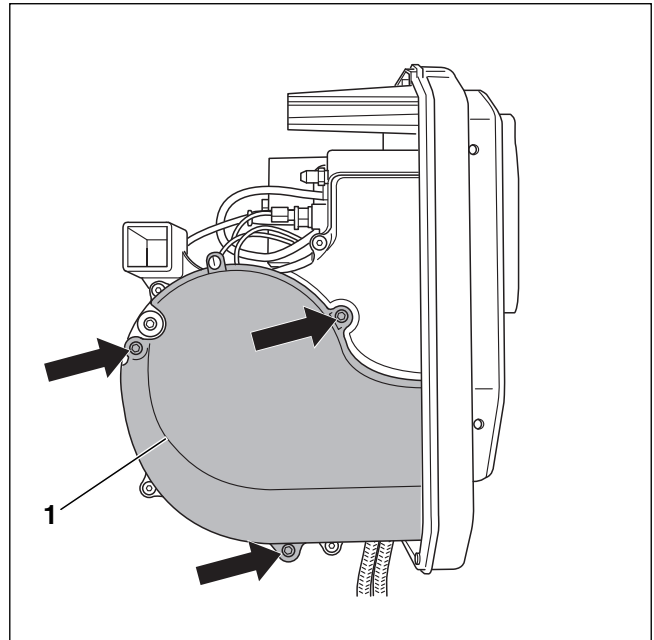
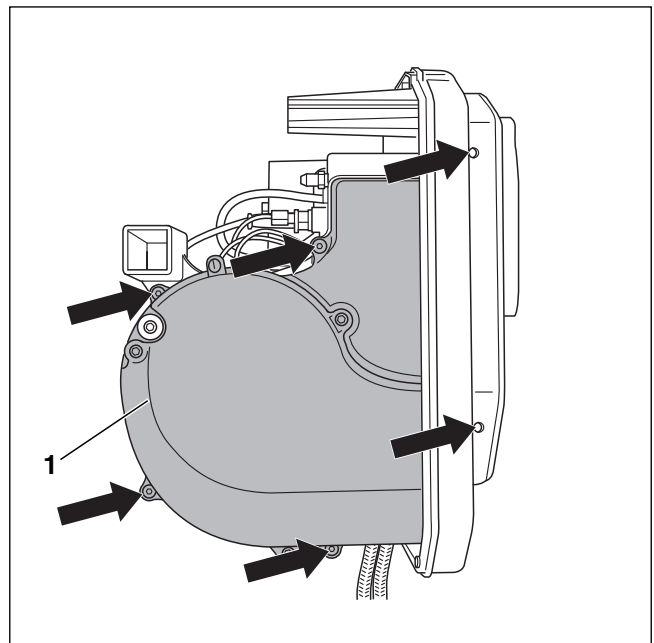

Bild 41 Ansaugschalldämpfer bei Brennertypen 34 bis 68 demontieren
Bild 42 Gebläseradabdeckung demontieren
Demontieren Sie den Ansaugschalldämpfer (→ Bild 41, [1]), bevor Sie die Gebläseradabdeckung lösen.
- ▶ Die Befestigungsschrauben (→ Bild 41, Pfeile) lösen und den Ansaugschalldämpfer (→ Bild 41, [1]) abnehmen.
Die Positionen der sechs Befestigungsschrauben der Gebläseradabdeckung sind durch Pfeile in Bild 42 gekennzeichnet.
- ▶ Gebläseradabdeckung (→ Bild 42, [1]) und Ansaugschalldämpfer (→ Bild 41, [1]) wieder befestigen.